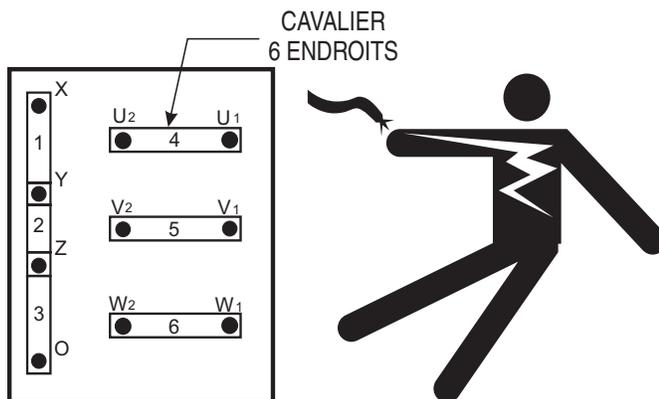
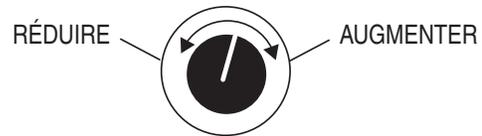

Figure 15. Carte de commutation de tension
Figure 19. Bouton de commande du régulateur de tension
Les tensions sont sélectionnées en appliquant six plaques de cavaliers sur la **carte de commutation de tension** (Figure 15), qui se trouve à l'intérieur du boîtier de commande derrière le panneau de commande du générateur. Cette carte a été prévue pour faciliter la sélection de la tension.
Différentes tensions de sortie peuvent être obtenues en utilisant les cosses de sortie UVWO. Les tensions aux bornes dépendent du placement des plaques de pontage (6) sur la **carte de commutation de tension** (Figure 15) et du réglage du bouton de **commande du régulateur de tension** (Figure 19).
3. Tournez le **bouton de commande du régulateur de tension** (Figure 19) dans le sens des aiguilles d'une montre pour augmenter la tension de sortie selon les besoins. Tournez-le dans le sens inverse des aiguilles d'une montre pour diminuer la tension de sortie.
2. Réglez le **bouton du régulateur de tension** (Figure 19) pour une sortie de 208 volts afin d'obtenir 120 volts aux bornes de l'UVWO.